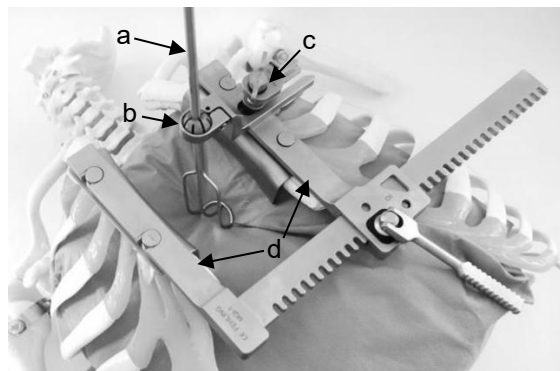

Abb. 4
- 3 Zur Darstellung des Thorax den Spreizer so weit wie erforderlich über den Zahntrieb öffnen (Abb. 4).